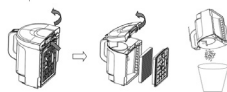

Fig. 3
3. Para vaciar el colector de polvo, presione el botón de vaciado (Fig. 3) y vacíe el polvo en un cesto.
2. Retire el cartucho de filtro de tela SMS y el filtro de espuma (Fig. 3).